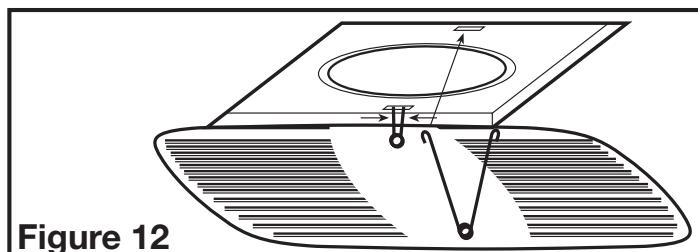

Figure 12
3. Installer la grille en pressant ensemble les deux extrémités des ressorts et en les installant dans les fentes du châssis du ventilateur. Pousser la grille en position (**Figure 12**).